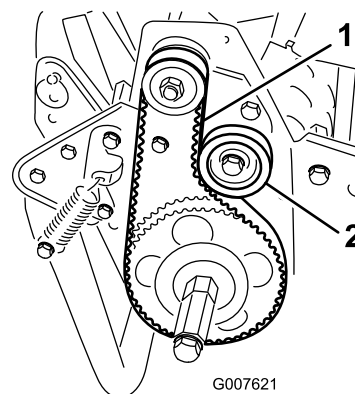

Рисунок 38
2. Проверьте натяжение, приложив к ремню посередине между шкивами (Рисунок 38) усилие 18 – 22 Н.
А. Отпустите гайку крепления натяжного шкива и поджимайте натяжной шкив по часовой стрелке к обратной стороне ремня, пока не будет получено требуемое натяжение (Рисунок 38).